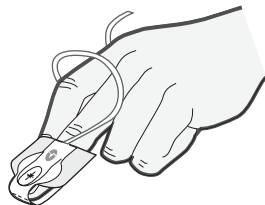

Figure 8
5. Placez l'émetteur sur l'ongle et fixez les ailettes autour du doigt (voir la Figure 8).